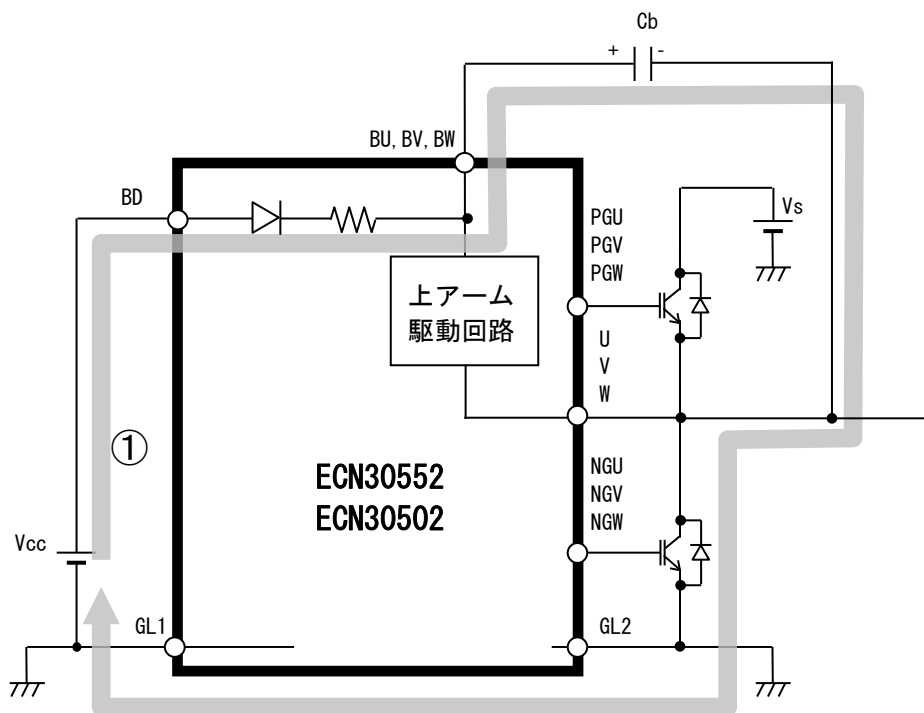

図 3.4.2.1 ブートストラップ方式電源供給方法
ブートストラップ方式の上アーム電源供給方法の概略回路を図 3.4.2.1 に示します。下アームの出力段パワー素子をオンした時に C_b への充電が行われます (経路①)。上アーム駆動回路はこの時の C_b 充電電荷を電源として利用するため、出力段パワー素子のオンデューティには制限があります。ブートストラップ方式は、上アーム電源としてフローティング電源を用いる方法よりコスト的に有利ですが、動作の初期にコンデンサの充電を行う必要があります。